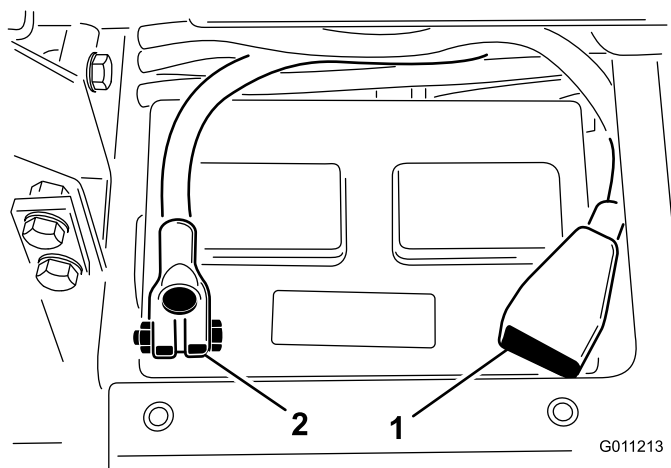

図 5
8. 赤い（+）ケーブルをバッテリーの（+）端子に、黒いケーブル（-）はバッテリーの（-）端子にはめ、ボルトとナットで固定する（図 5）。プラス端子が電極に十分にはまり込んでいること、ケーブルの配線に無理がないことを確認する。ケーブルとバッテリー・カバーを接触させないこと。